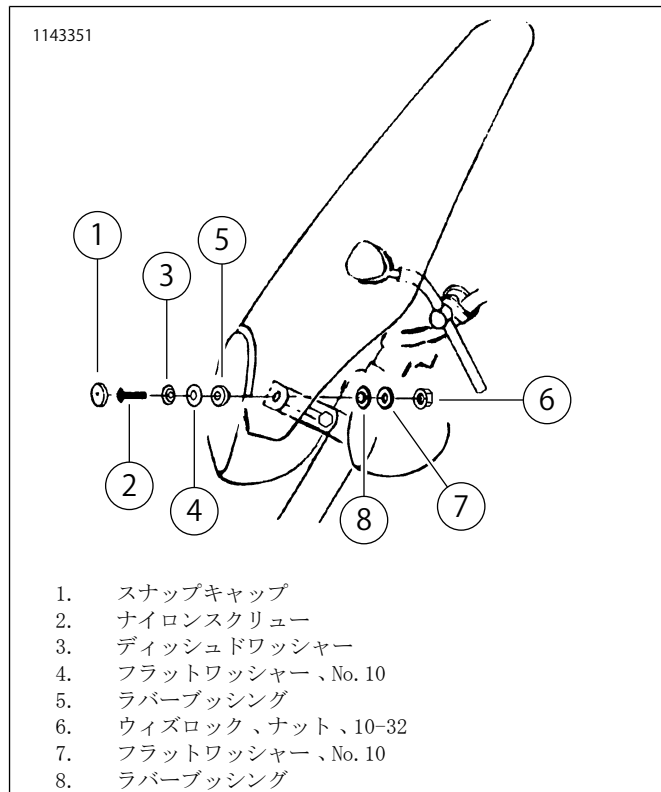

図4。マウントシールド
9. 図4を参照してください。アイボルトの「目」にアップライトを入れて、ぴったりになるまでアイボルトのナットを締めます。